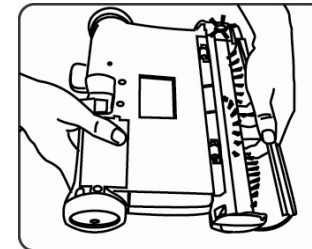

Fig. 14
4. De vez en cuando, quite la cubierta transparente del cepillo del frente de la barredora y saque la acumulación de pelusa, pelos o fibras del cepillo giratorio. Para quitar la cubierta, agárrela por debajo, tire hacia fuera y hacia arriba hasta que se desenganche de las ranuras laterales y de las pestañas de la parte superior. Corte cuidadosamente los hilos y cabellos con una tijera. (Fig. 14)
1. Quite la cubierta del cepillo. (Fig. 14)